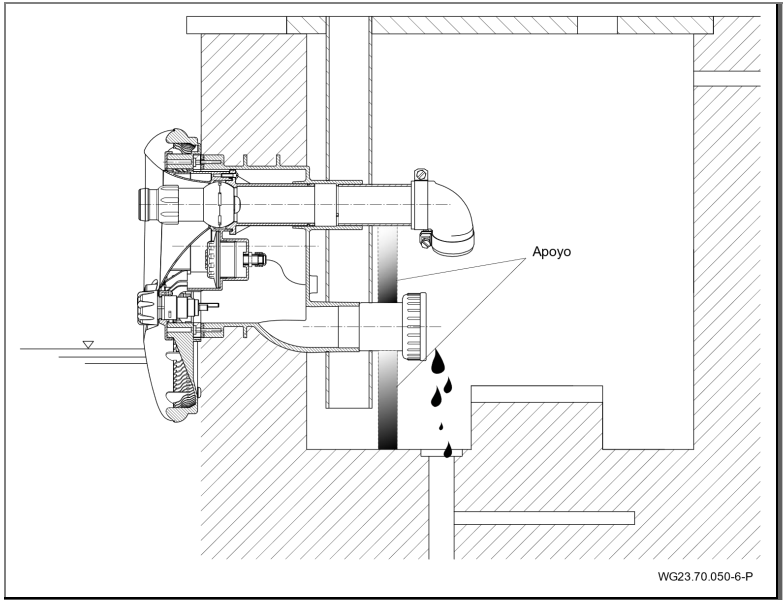

Fig. 28
- 3. Descargar la tubería de aspiración e impulsión por medio de apoyos. Ver "Fig. 28", página 45.